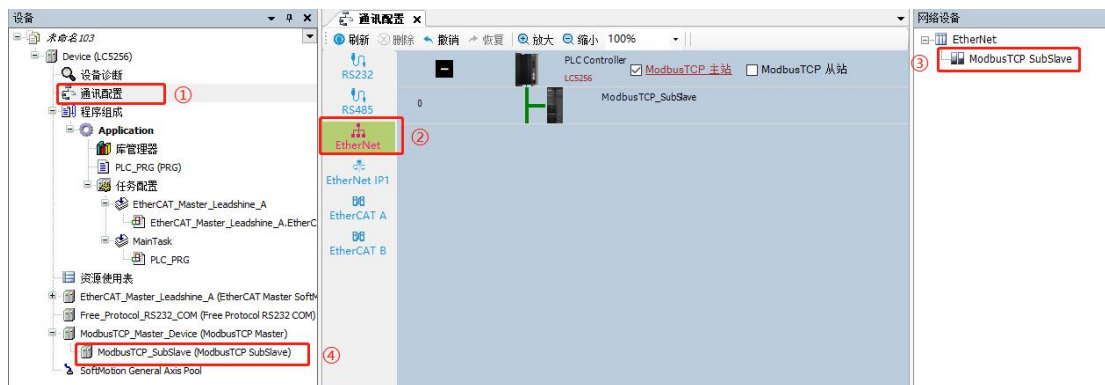

图 13.2 添加从站设备
使能 PLC 作为 Modbus TCP 主站后，如图 13.2 所示，从右侧“网络设备”Ethernet 口中拖入或双击“ModbusTCP SubSlave”从站设备，拖到蓝色的总线
“ModbusTCP_Master_Device”下面，从站设备添加后，左侧树中，出现了对应的通信配置，如图 13.2 中④处所示“ModbusTCP_SubSlave”。如果有多个从站，可重复以上步骤添加多个从站设备。